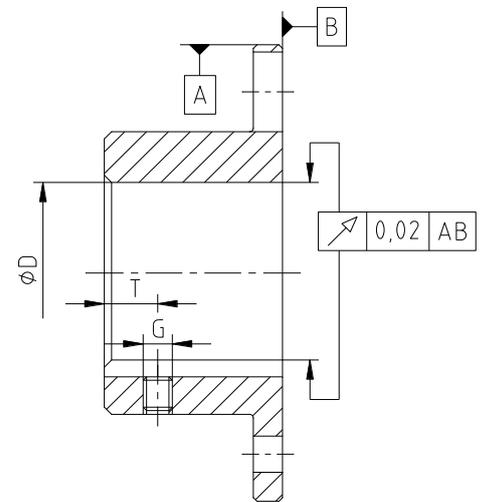

Bild 16: Rund- und Planlaufgenauigkeit
- Bei Herstellung der Flanschnabenbohrung durch den Kunden ist die Rund- bzw. Planlaufgenauigkeit (siehe Bild 16) einzuhalten.